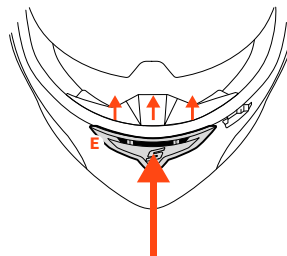

FIGURA 4
- Figura 4: toma de aire completamente abierta.